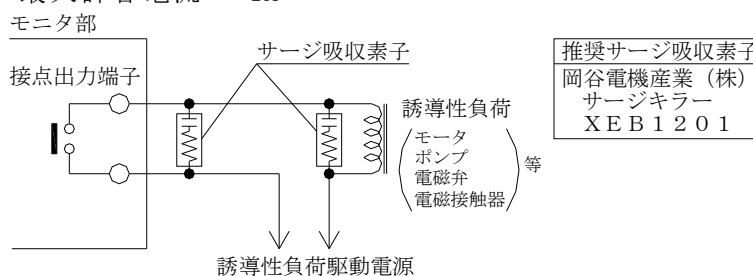

図19. サージ吸収素子の接続例
- 2) 本器の上下限接点出力またはヒステリシス接点出力で電磁開閉器等の誘導性負荷をON/OFFする場合は本器のリレー接点保護とスパークノイズによる誤動作防止のため、必ず負荷回路に並列にサージキラー等のサージ吸収素子を取り付けて下さい。（図19参照）